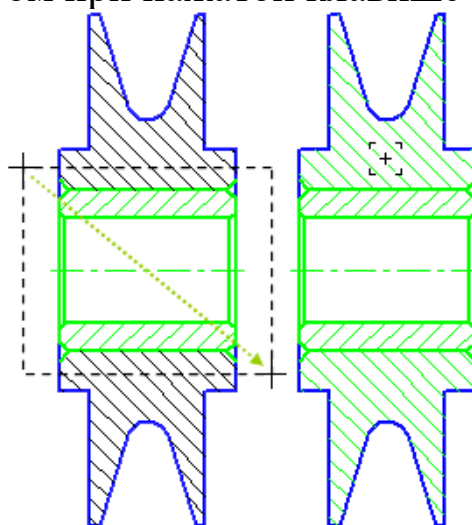

Рисунок 6.
- Выделите рамкой Втулку. Выделите штриховку детали Ролик, указав ее курсором при нажатой клавише <Shift> (рис. 6).